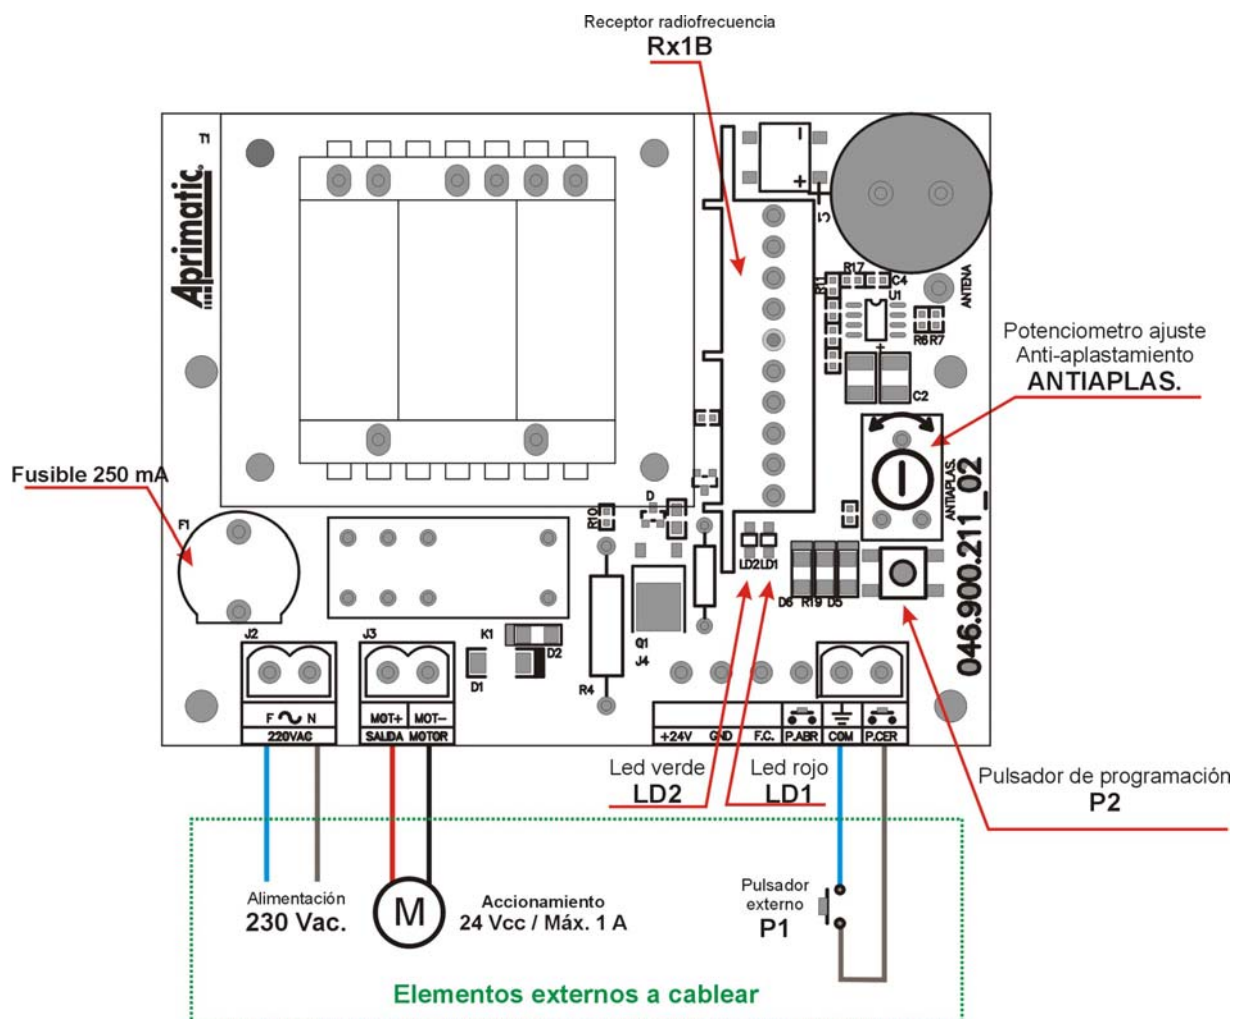
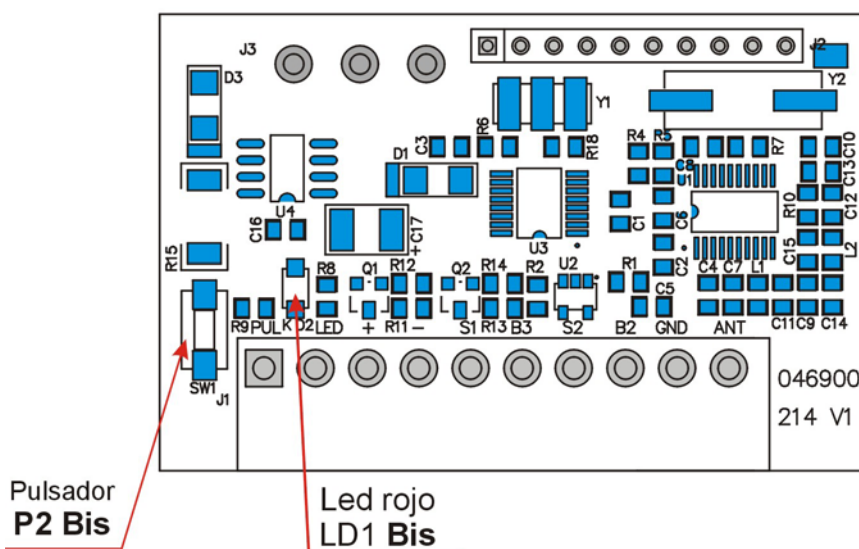

Fig. 1
Fig. 2
- Activar la alimentación al cuadro de control. El led verde (**LD2 Fig. 1**) se encenderá.
- Si el cuadro de control es la primera vez que se instala, el led rojo (**LD1 Fig. 1**), comienza a lucir intermitentemente de forma rápida, esto significa que el receptor enchufable **Rx1B** no tiene ningún transmisor grabado.
- Para grabar transmisores en el receptor enchufable **Rx1B** del cuadro, presionar el pulsador (**P2 Fig. 1**). El led rojo (**LD1- Fig. 1**) parpadea lentamente, indicando esto, que durante 15 segundos el cuadro de control permanecerá en estado de **auto-aprendimiento** (**listo para la grabación del código recibido por radiofrecuencia**).
- El cuadro queda a la espera (**Led LD1 Fig. 1 parpadeando**) durante 15 segundos, a recibir un nuevo transmisor para grabarlo en el receptor. Si recibe un código correcto lo graba. Los 15 segundos de espera se empiezan a contar de nuevo cada vez que se graba un transmisor en el receptor. Si transcurridos 15 segundos no hemos activado ningún transmisor, el led rojo (**LD1-Fig. 1**) se apaga, indicando que el cuadro de control y el receptor han pasado a estado de funcionamiento normal.
Se repiten los pasos 4, 5 y 6 anteriores con la salvedad de actuar sobre el pulsador (**P2 Bis**) del receptor enchufable de la *Fig. 2* y el led de referencia es, en este caso, el led rojo (**LD1 bis**).
- Presionar a la vez las teclas 1 y 2 de un transmisor (*ver documentación de transmisores cuatricanales para identificación de teclas*) que haya sido grabado previamente. El led rojo (**LD1 Fig. 1**) parpadea lentamente indicando que el receptor ha entrado en estado **auto-aprendimiento** (**listo para grabación del código recibido por radiofrecuencia**).
b.3) Cada vez que se grabe un nuevo transmisor, disponemos de 15 segundos en estado **auto-aprendimiento** para grabar otro. En caso de no realizar esta operación en este tiempo, el led rojo (**LD1 Fig. 1**) se apaga, indicando que el cuadro y el receptor han pasado al estado de funcionamiento normal.
- Girar el potenciómetro **ANTIAPLAS Fig. 1**, todo lo posible, en sentido contrario al giro de las agujas de un reloj.
Para borrar los códigos (transmisores) grabados en el receptor enchufable del cuadro de control **BT24-XP**, basta con presionar el pulsador (**P2 Fig. 1**) ó (**P2 Bis Fig. 2**) durante 6 segundos. Mientras el receptor enchufable **Rx1B** se está borrando el led rojo (**LD1 Fig. 1** ó **LD1 Bis Fig. 2**) permanece encendido fijo y cuando termina, empieza a parpadear rápidamente. Así el receptor quedará en el mismo estado con que salió de fábrica, es decir, sin ningún transmisor grabado.